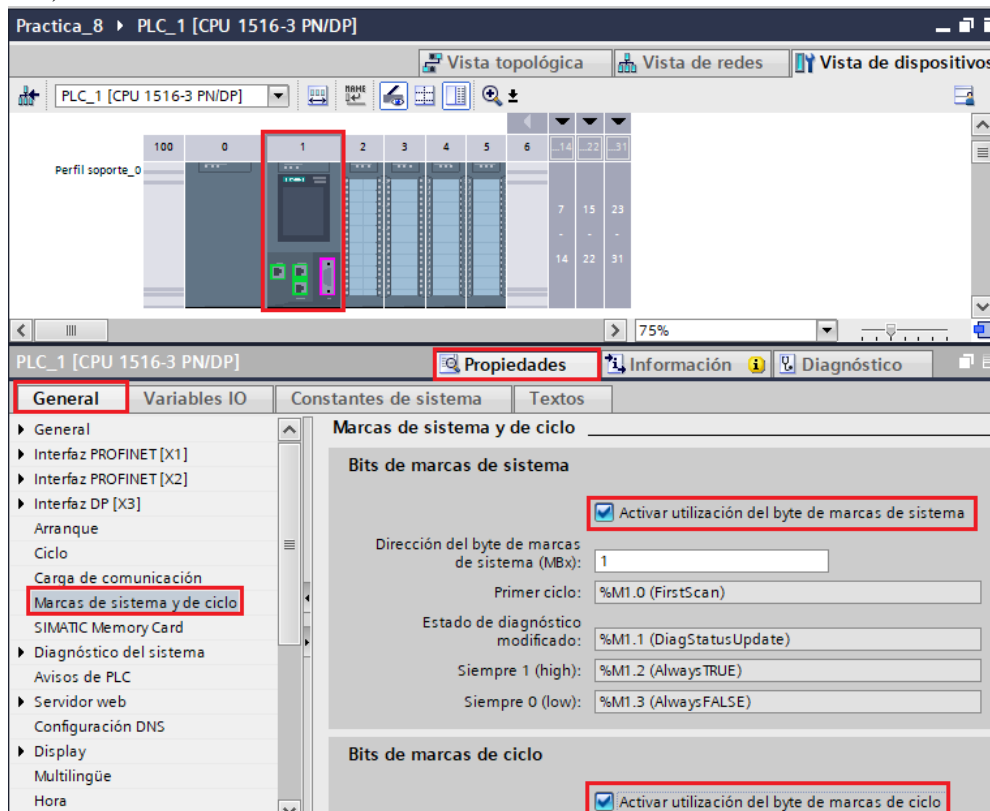

Figura 11. Activar marcas de ciclo.
- En “Bit de marcas de ciclo” hacer clic en “Activar utilización del byte de marcas de ciclo” (ver Figura 11).